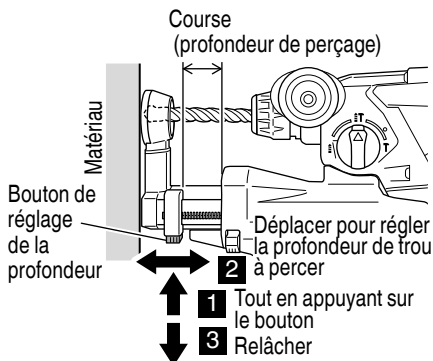

Fig. 8
3. Réglage de la profondeur de perçage (Fig. 8, 9)
Appuyer sur le bouton de réglage de la profondeur dans le sens de la flèche pour déverrouiller, déplacer la buse pour régler la course en la faisant correspondre à la profondeur de perçage souhaitée, puis relâcher le bouton de réglage de la profondeur pour verrouiller la position. (Fig. 8)